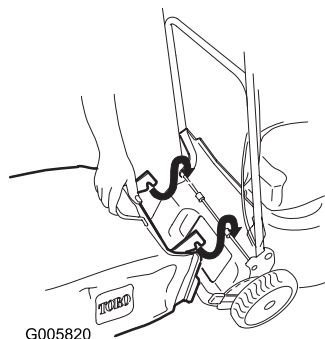

Figure 26
6. Installez le bac à herbe (Figure 26).